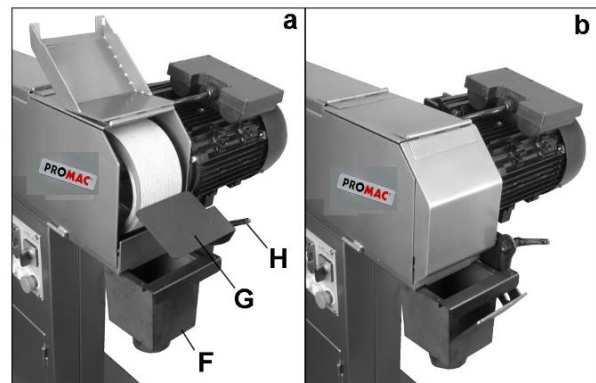

Abb. 6
Den Tisch (G, Abb. 6) positionieren und den Handgriff (H) anziehen.